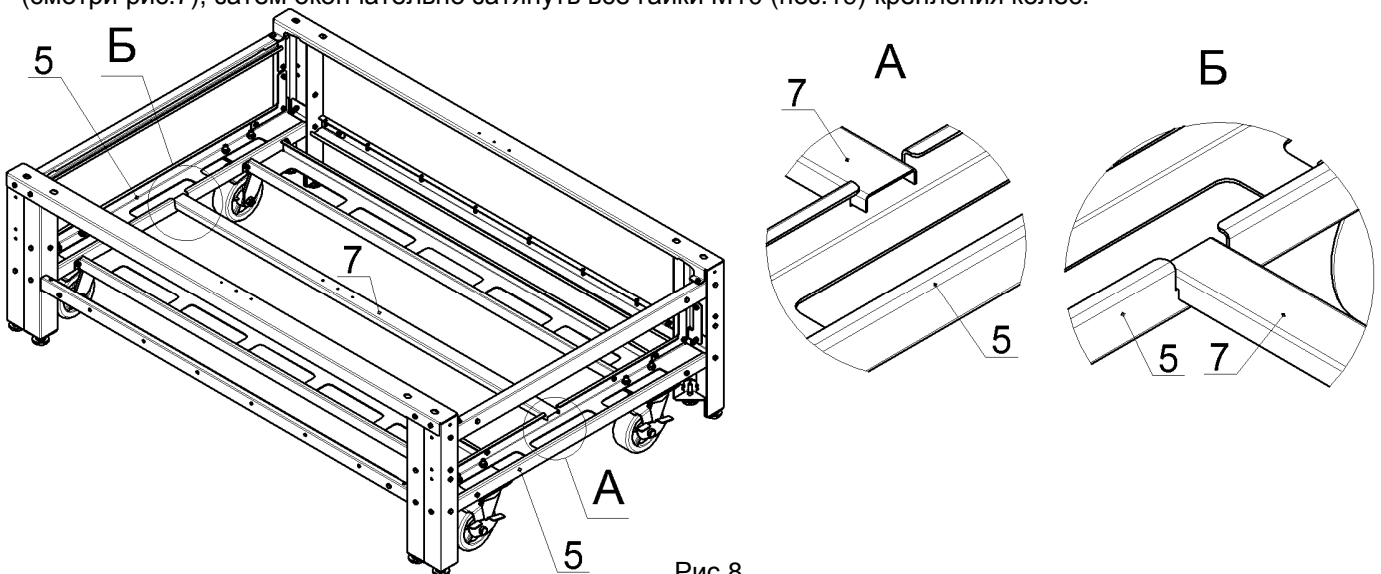

Рис.8
8. Перевернуть подставку, поставив её на опоры или колёса. Вложить в пазы на профилях боковых, нижних, поз.5 профиль поддержки сегментов полки, поз.7, как показано на рис.8.